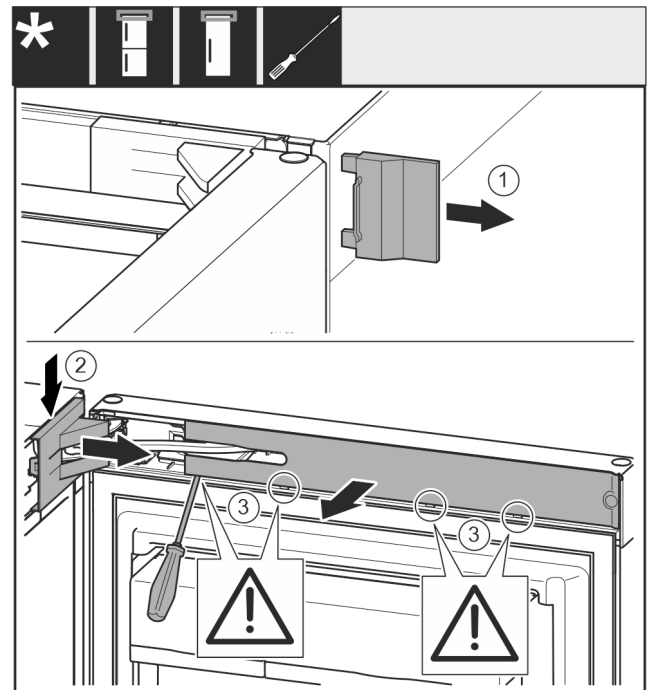

Fig. 12
- Afdekking Fig. 12 (1) wegnemen.
- Lagerbokafdekking Fig. 12 (2) ontgrendelen en losmaken.
- Lagerbokafdekking Fig. 12 (2) wegnemen.
- Paneel Fig. 12 (3) met een platte schroevendraaier ontgrendelen en opzij draaien.